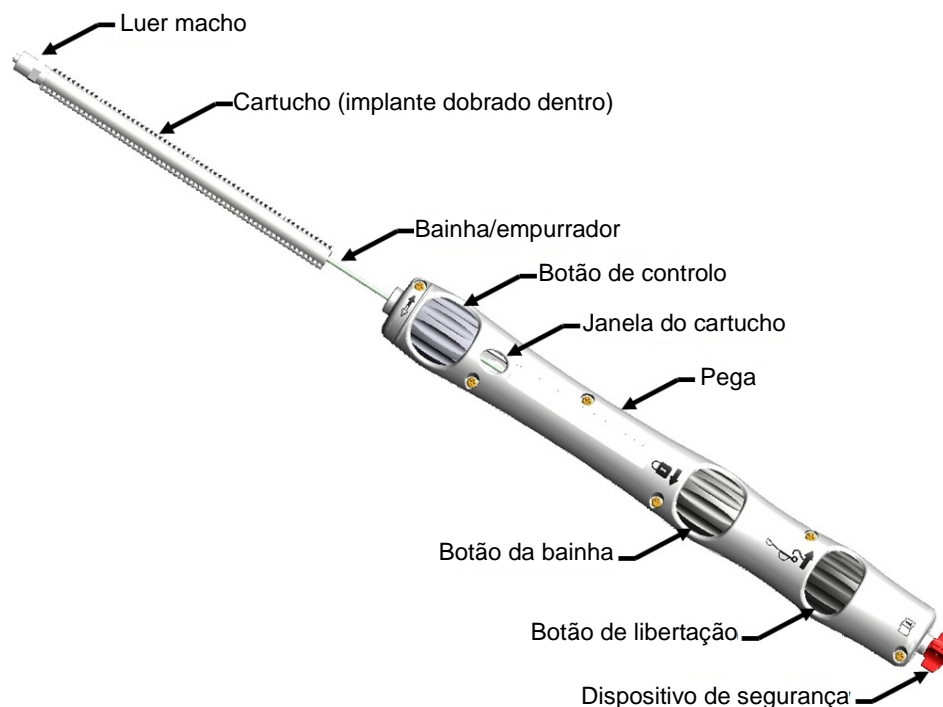

Figura 1.3: Conjunto de pega CARILLON
- O conjunto de pega é composto por um cartucho, um conjunto de bainha/empurrador e um conjunto de pega com janela do cartucho, botões giratórios e dispositivo de segurança (Figura 1.3). A extremidade distal do cartucho (luer macho) liga o conector luer à porta reta na extremidade proximal do cateter de entrega.